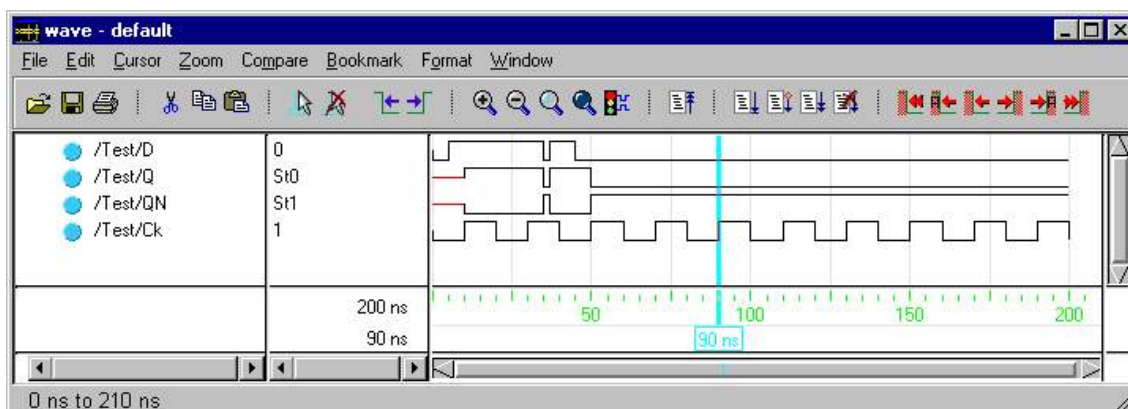

Figura 2.6: Fereastra *Wave*.
4. Activați fereastra *Wave* pentru a vedea formele de undă ale semnalelor. Pentru a vizualiza formele de undă, testați diferitele variante de zoom. Semnalele afișate trebuie să fie asemănătoare celor prezentate în figura 2.6.